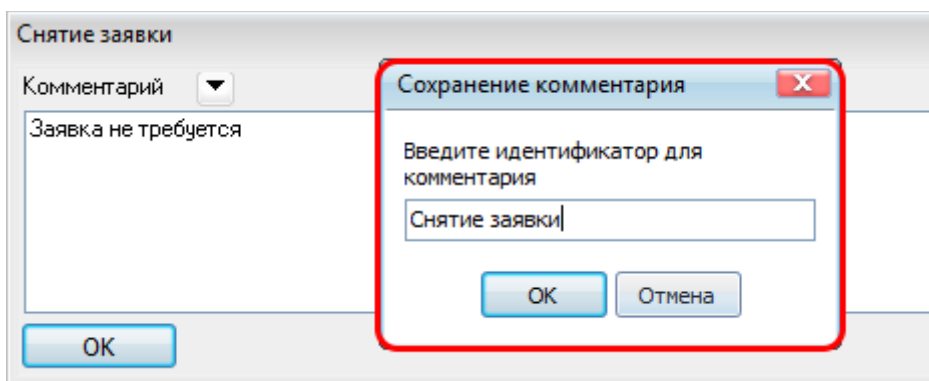

Рисунок 12.19 – Сохранение комментария
- «**Сохранить комментарий**» – сохранение комментария как predetermined текста комментария. При выборе пункта меню « Сохранить комментарий» появляется окно «Сохранение комментария» (Рисунок 12.19). В окне «Сохранение комментария» необходимо ввести идентификатор комментария и нажать на кнопку «OK».